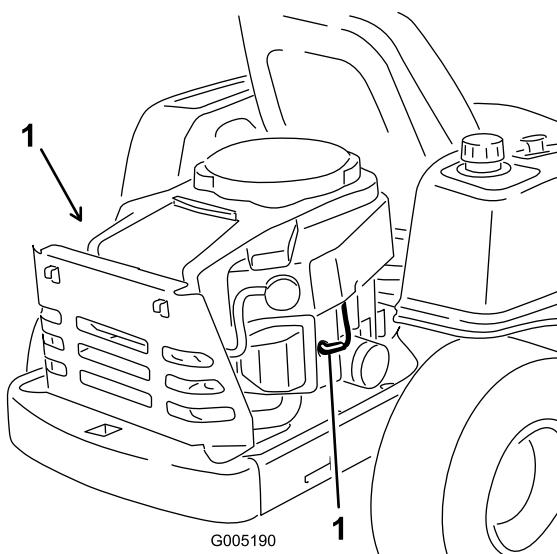

Figura 29
- Retire el cable de la(s) bujía(s) (Figura 29).
3. Conecte el cable a la bujía (Figura 29).